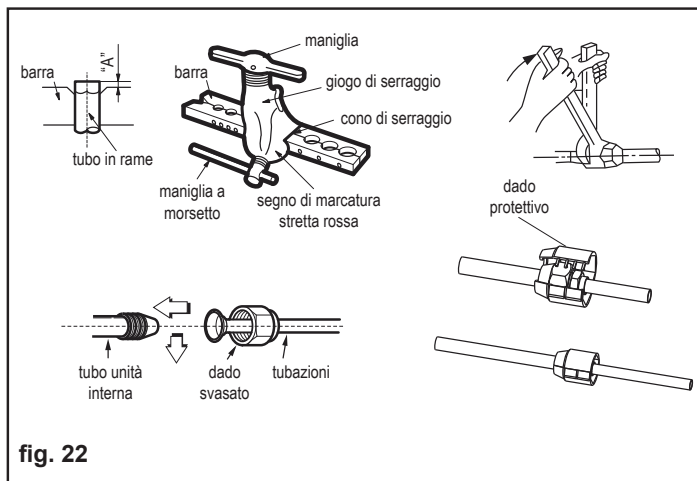

fig. 22
- Collegare la rampa ingresso acqua (1) di rete alla valvola di sicurezza (fig.22).